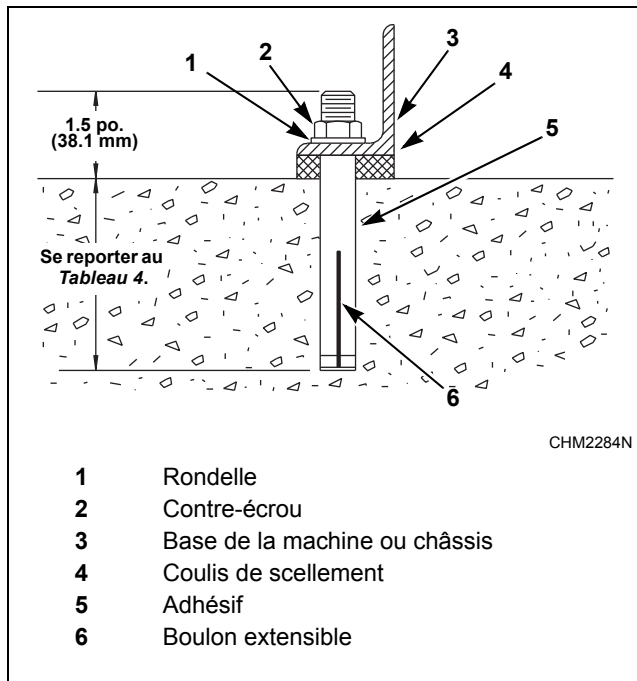

Figure 11
L'installation terminée des boulons extensibles est illustrée sur la Figure 11.
7. Insérer le boulon jusqu'à ce qu'il atteigne le fond du trou et que 1,5 pouce (38 mm) du boulon dépasse de la surface du châssis. Se reporter à la *Figure 11*.